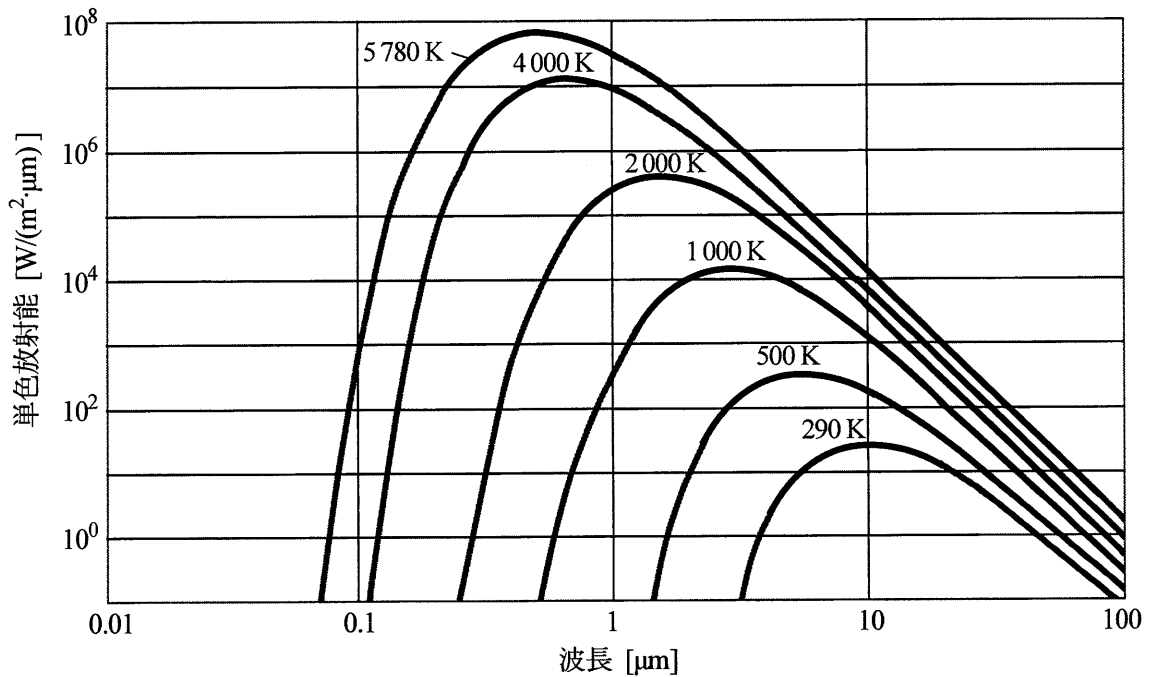

図2 黒体面からの単色放射能の波長分布
1) 黒体の単色放射能は、統計力学から導かれた で与えられる。図2の黒体放射能の波長分布はこの法則を表したものであり、この温度特性とスペクトルは全波長領域において成立する。また、この法則は現在の量子力学における基本法則の一つとなっている。
2) 図2は290K～5780Kの黒体面からの単色放射能の波長分布を示している。この図を見ると、単色放射能の極大値を示す波長は温度が低下すると共に長波長側に移動する。特に極大波長と黒体面温度の関係を表す法則を という。自然環境温度にある物質が放出する単色放射能の極大値の波長は10μm程度の 領域にある。